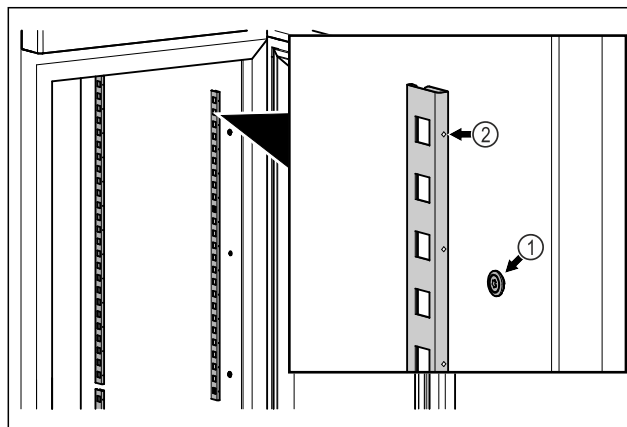

Fig. 83 Ilustratīvs attēlojums
- ▶ Iekabiniet aizturu līstes viru mehānismā Fig. 83 (1). Atzīmei Fig. 83 (2) jābūt vērsta virzienā uz priekšu.